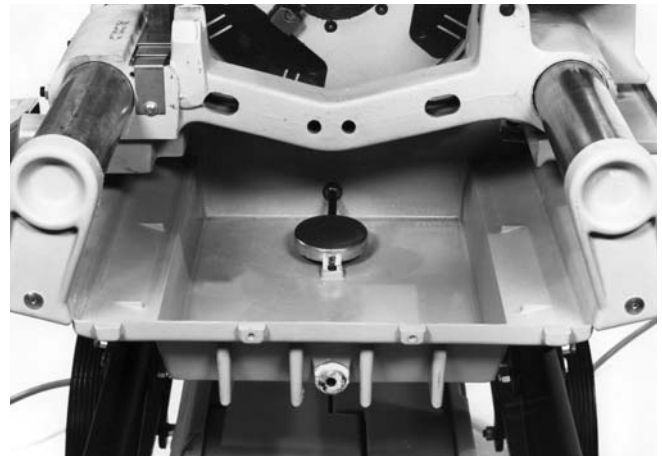

Figure 26 – Nettoyage du tiroir à copeau et du filtre à huile
2. Nettoyez le tamis de filtration qui se trouve au fond du carter afin d'assurer le bon écoulement d'huile vers les têtes de filière (Figure 26)
1. Mettez un récipient sous le bouchon de vidange du tiroir à copeaux. (Figure 26)